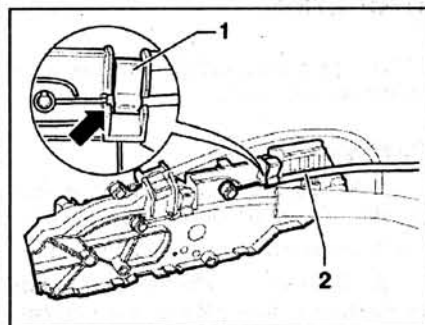

Рис. 8.75. Втулка 2 на тросе должна войти до упора (стрелка). Закрепите фиксатор 1.
4. Установите трос (с синей меткой). Втулка 2 на тросе должна войти до упора (стрелка) (рис. 8.75). Закрепите фиксатор 1. Поверните регулятор температуры в положение для подачи холодного воздуха.